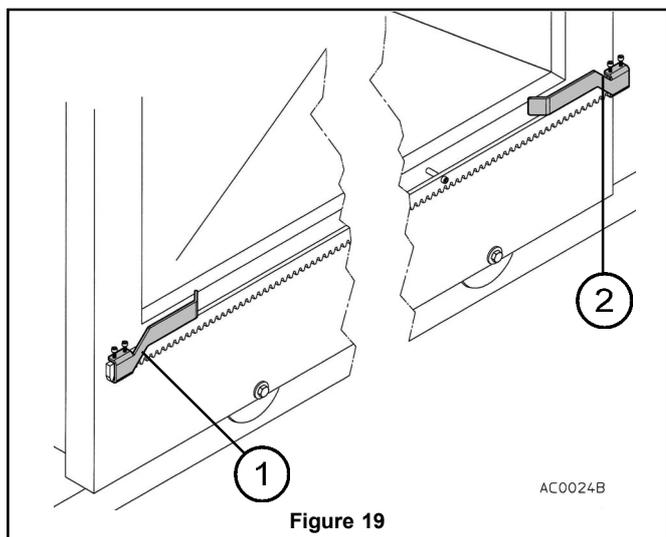

Figure 19
- La crémaillère doit dépasser par rapport à l'axe du pignon de l'espace suffisant pour l'assemblage de la bride de fin de course "portail ouvert" (1 fig. 19).
- Assembler les éléments de la crémaillère en les alignant entre elles et en respectant un espace d'1 mm par rapport au pignon. Après avoir assemblé la dernière pièce de la crémaillère et fixé l'ensemble, scier la partie de la crémaillère qui dépasse en laissant suffisamment d'espace pour le montage de la came de fin de course « portail fermé » (2 fig. 19).
- Fixer les cames de fin de course "portail ouvert" (1 fig. 19) et "portail fermé" (2 fig. 19) aux extrémités de la crémaillère, en les serrant à l'aide des vis fournies dans l'emballage. Sachant que le portail va courir 2-3 cm en plus après le fonctionnement de l'interrupteur de fin de course, régler par conséquent la position des brides de façon à ce que le portail ne se heurte pas butées mécaniques.